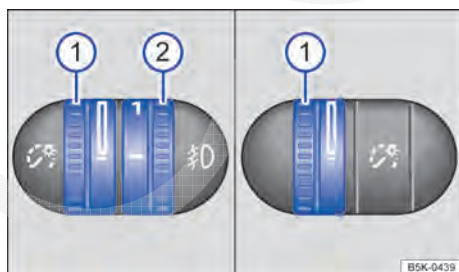

Fig. 82 Ao lado do volante: regulador da iluminação dos instrumentos e dos interruptores ①, assim como regulagem do alcance do farol ②.
① Iluminação dos instrumentos e dos interruptores
Com a luz ligada, a luminosidade dos instrumentos e dos interruptores pode ser regulada sem escalonamento girando o regulador ⇒ Fig. 82 ①.
② Regulagem de alcance do farol